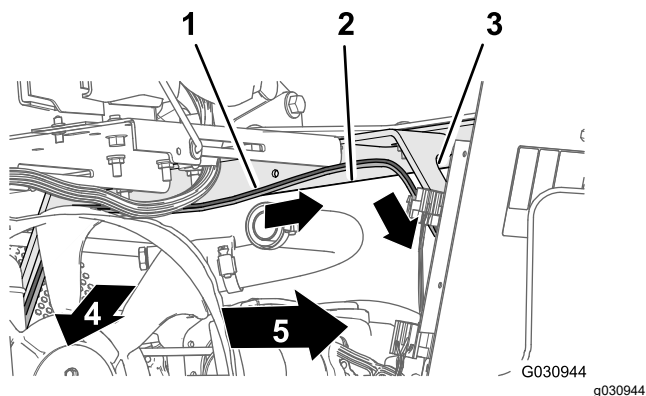

Figura 110
2. Enrute la rama de 165 cm (65") del arnés de cables a través de la placa de la caja del asiento y hacia abajo por el soporte izquierdo de la cubierta del motor (Figura 110).